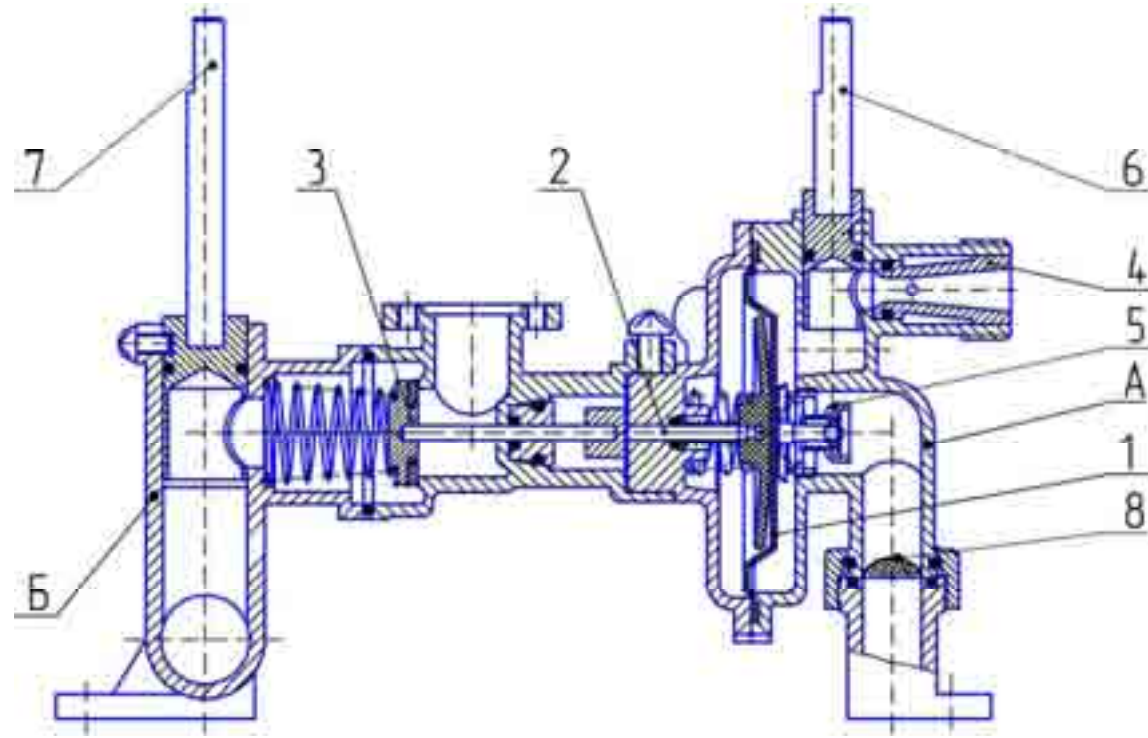

Рисунок 2 Блок водогазовый
2.4.3 Подключение электронного блока 15 к батарейному отсеку 14 осуществляется при помощи микровыключателя 18, срабатывающего при проточке воды через водяной регулятор 1 (см. рис. 2)
Водогазовый блок (рис.2), представляет собой единый блок и состоит из двух регуляторов:- водяного А и газового Б.